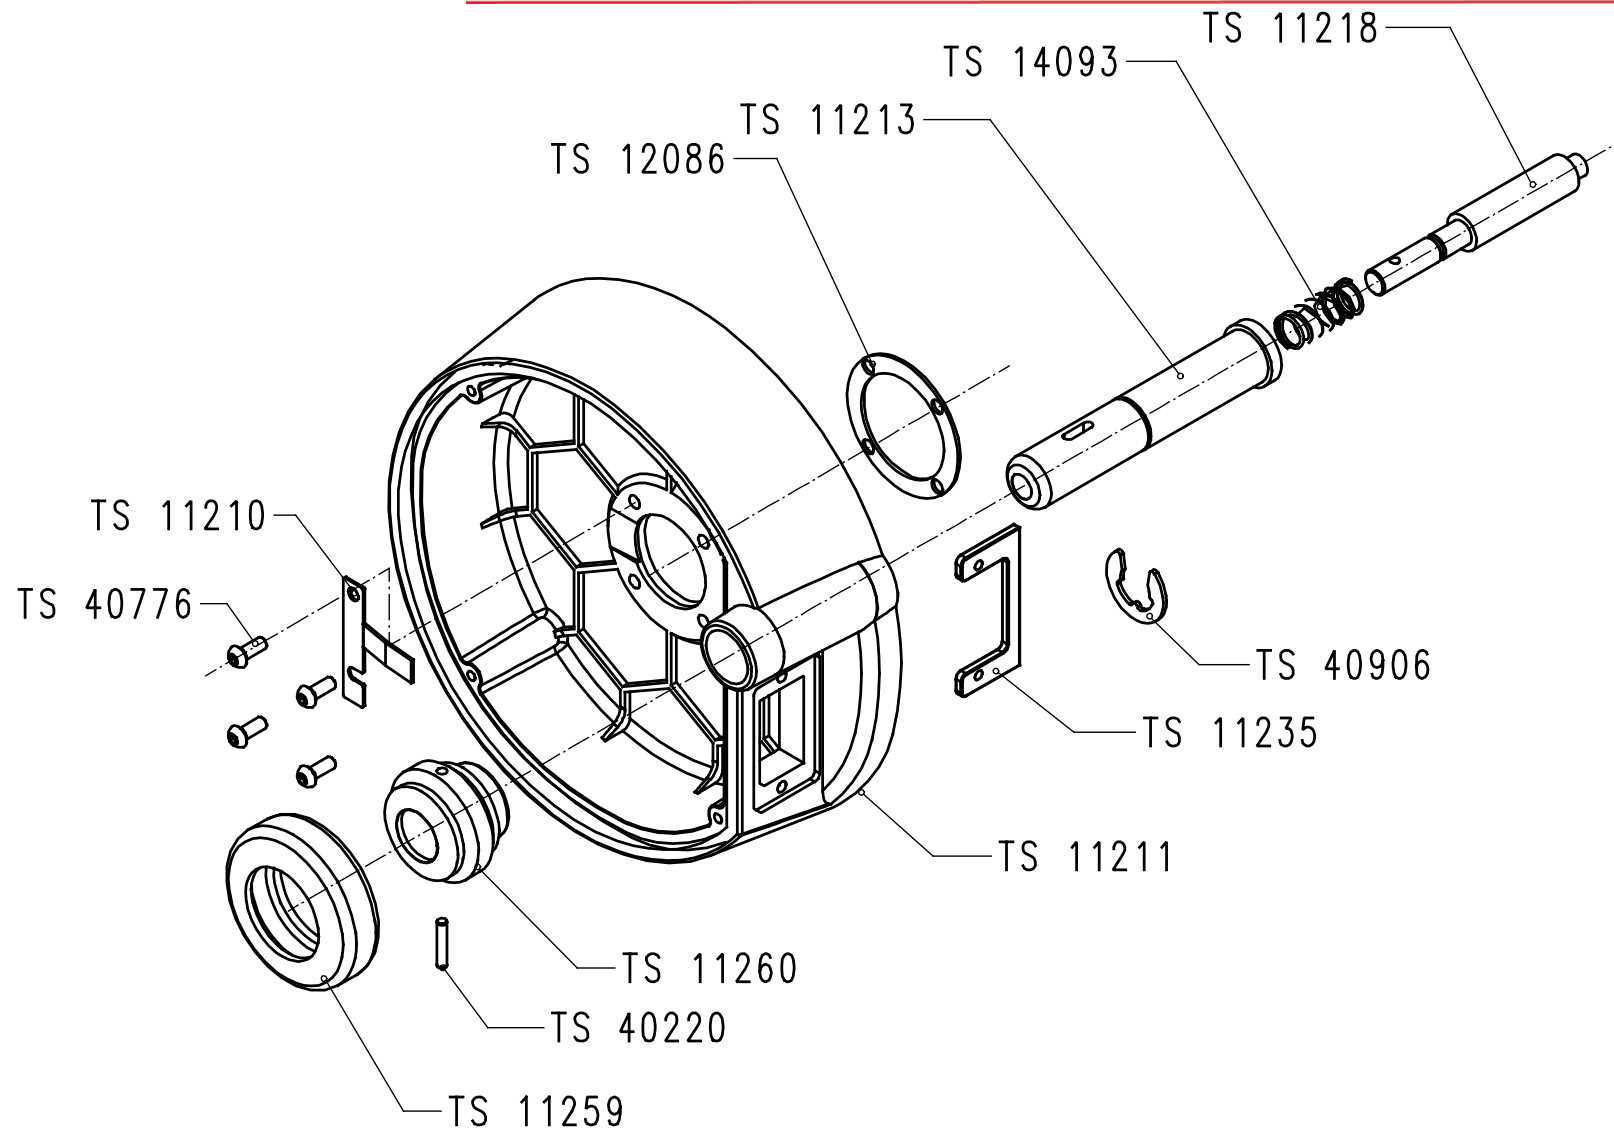

Figura 13-4: Conjunto da caixa electrónica TS 10190, detalhes
- Figura 13-4: Conjunto da caixa electrónica TS 10190, detalhes